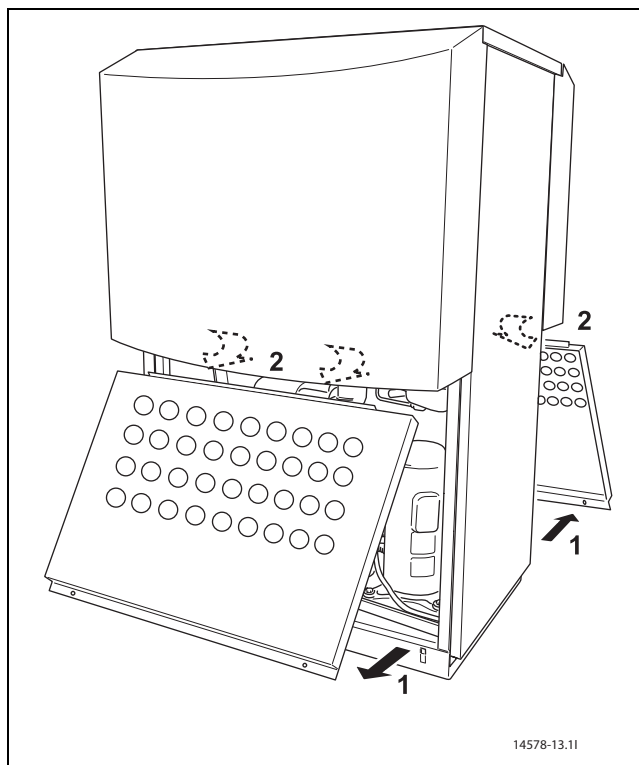

Bild 10 A9 - A15
- ▶ Demontera först serviceluckan (→ Bild 10).